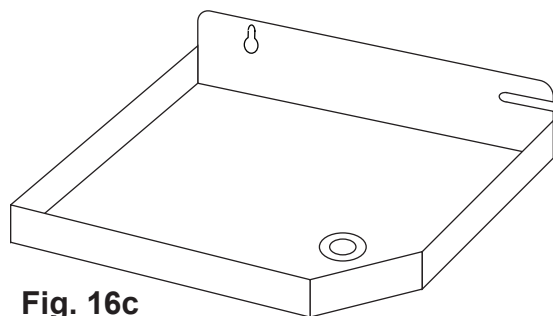
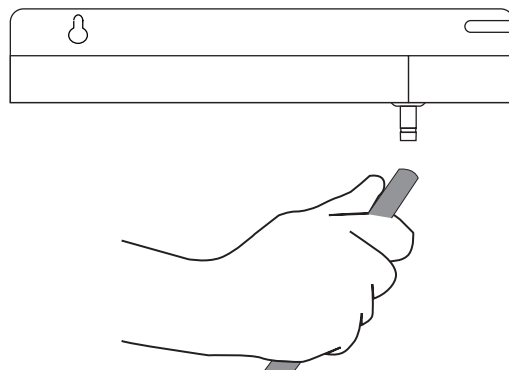

Fig. 16c
Fig. 16d
16.3 Prenez le tube de 5/16" dia. que vous avez déroulé précédemment et enfitez une extrémité sur le connecteur situé en dessous du plateau. Voir Fig. 16c et Fig. 16d.